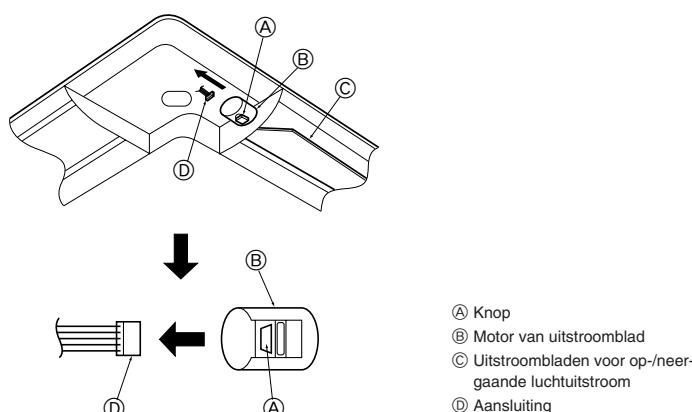

Fig. 5-9
5.4. Vastzetten van het op-/neergaande luchtautostroomblad (Fig. 5-9)